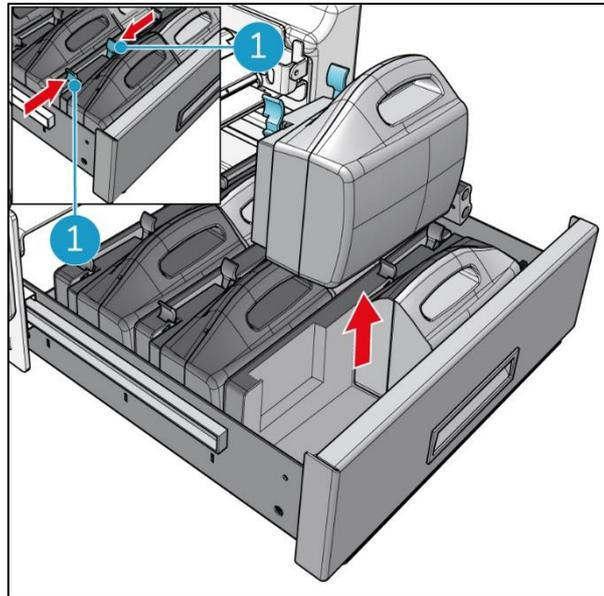

Abbildung 59
4. Drücken Sie die Clips (Abbildung 59, Pos. 1) jedes i-power® 14-Akkus leicht aufeinander zu und heben Sie den Akku dann heraus.